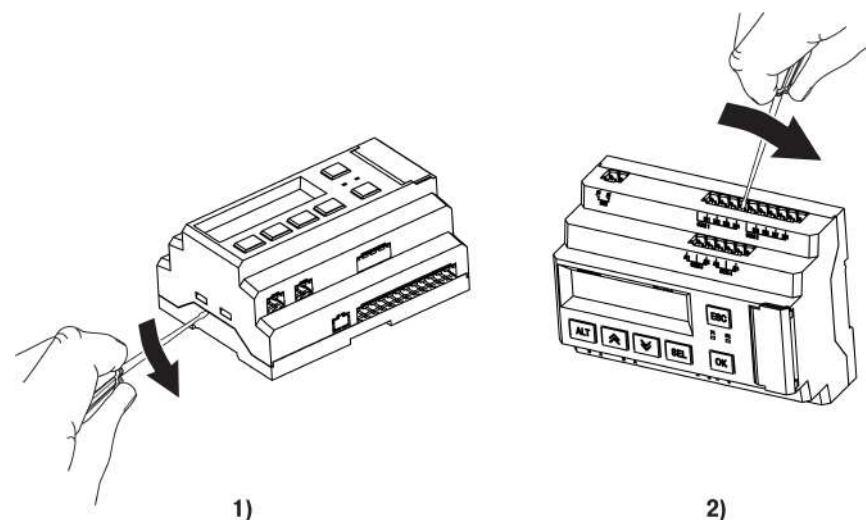

Рисунок 6.10 – Снятие верхней крышки
2. Снять верхнюю крышку. Отверткой вывести из зацепления защелки основания из отверстий в торцевых поверхностях крышки (см. рисунок 6.10, 1). Приподнять крышку над основанием.
3. Отверткой отогнуть крышку от разъемов на среднем уровне с двух сторон (см. рисунок 6.10, 2). Усилие следует прикладывать у нижних разъемов.